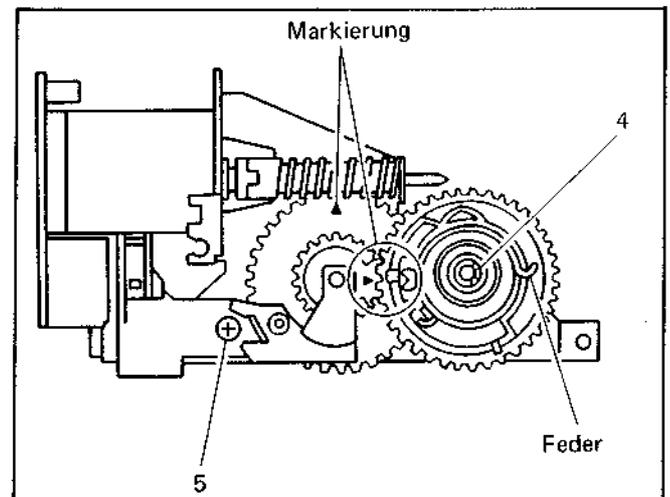
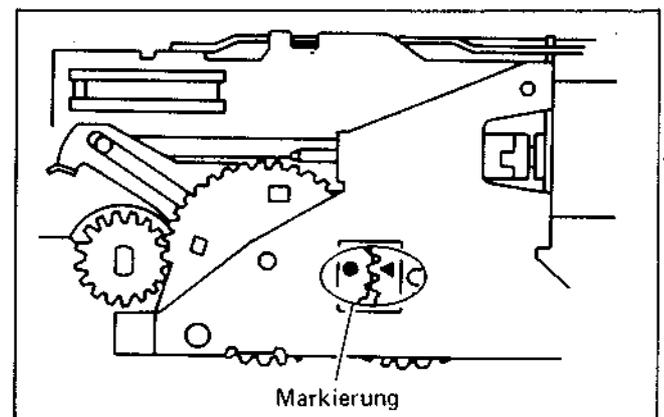

Abb. 10 Antriebszahnrad (II)
Abb. 11 Markierungen an dem Zahnrad
- * Die dreieckige Markierung an dem Antriebszahnrad (R) gegen das Schneckenrad richten (siehe Abb. 10). Die Markierung (○) und das Dreieck können auch von der Außenseite gesehen werden, so daß die richtige Position nach der Montage des Motorblocks kontrolliert werden kann (siehe Abb. 11).
- * Die Markierung (▷) am Antriebszahnrad (R) mit der Nase (⊙) am Kupplungs-Zahnrad ausrichten (siehe Abb. 10).
- * Die Feder am Kupplungs-Zahnrad an beiden Zahnradern einhängen (siehe Abb. 10).